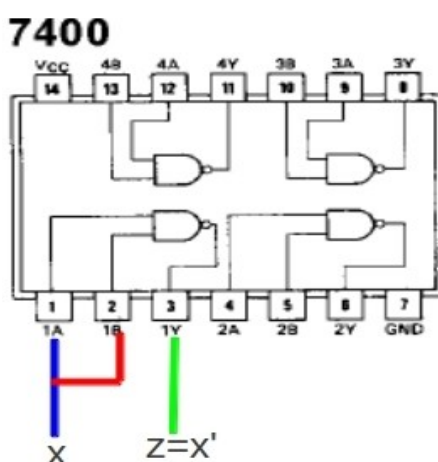

Figura 2
1. Realice un inversor según se muestra en el esquema de la figura 2.
d) Conecte la señal X al circuito según el esquema de la figura 2. La tierra del generador de señales debe conectarse en el mismo punto que la tierra de la fuente de alimentación.